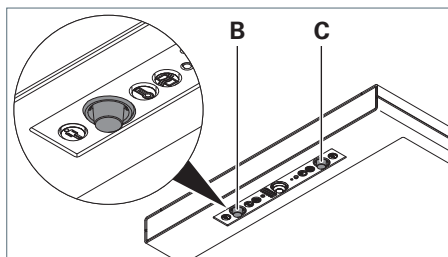

Fig. 16 : Capteurs PIR : affectation des postes de travail 1 et 2, version RX.
- Pivoter les capteurs PIR **B**, **C** dans la direction souhaitée, voir Fig. 16.